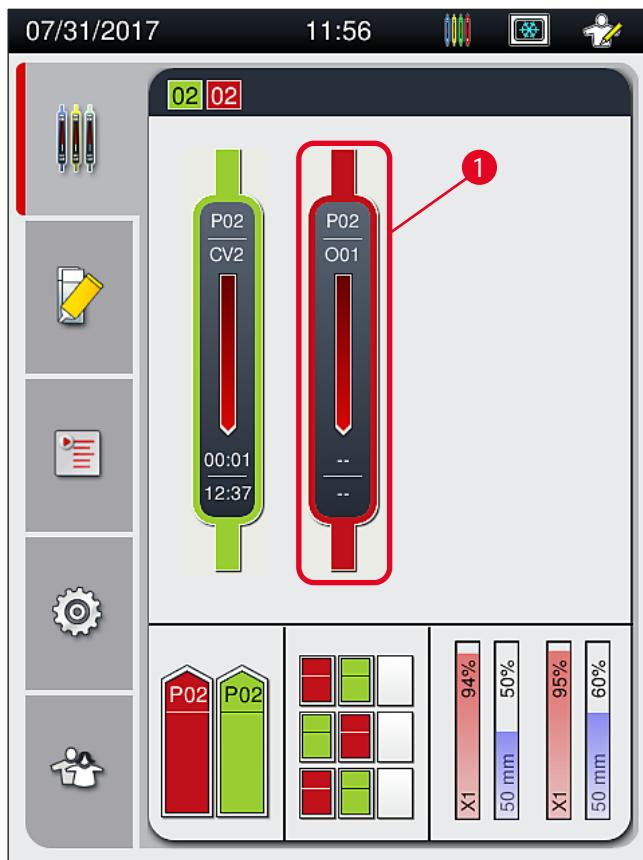
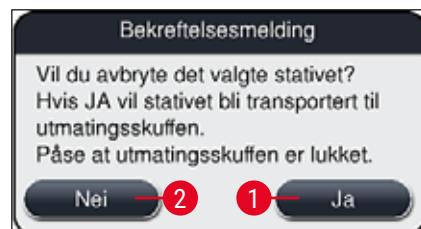

Fig. 78
Fig. 80
① Påsetting av dekkglass kan bare avbrytes ved hjelp av prosesstatusvisningen (→ Fig. 78).
Etter å ha trykket på knappen **Avbryt stativ** (→ Fig. 79-1) vises en informasjonsmelding (→ Fig. 80). Bekreft annulleringen med knappen **Ja** (→ Fig. 80-1) eller trykk på **Nei** (→ Fig. 80-2) for å gå tilbake til prosesstatusvisningen (→ Fig. 78).